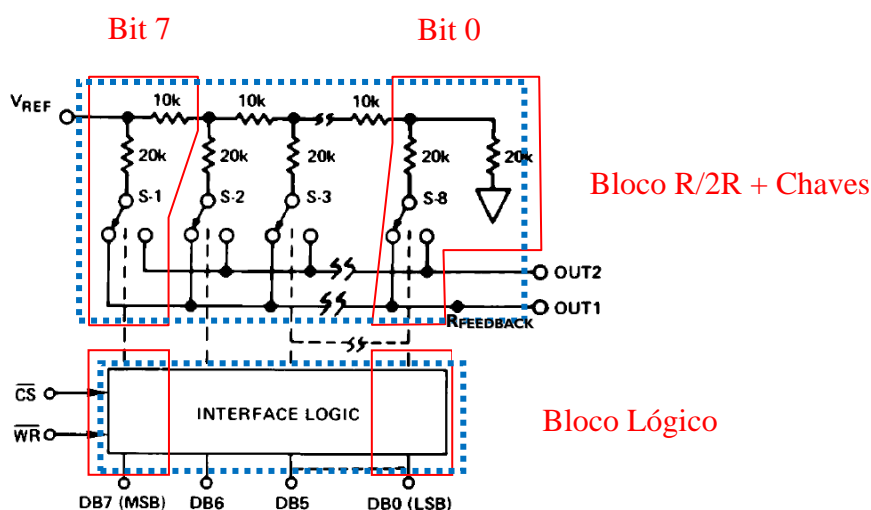

Figura 1. Circuito DAC com os blocos projetados.
Os grupos deverão realizar a **integração dos leiautes** dos blocos **R/2R** e **digital**, cujos circuitos extraídos já devem ter sido simulados e validados, gerando o **circuito DAC** que deverá conter os doze (12) pinos especificados para o chip AD7524, adaptado para 4 bits. O leiaute deverá conter os rótulos dos 12 portos. A Figura 1 indica como a integração deverá ser feita.